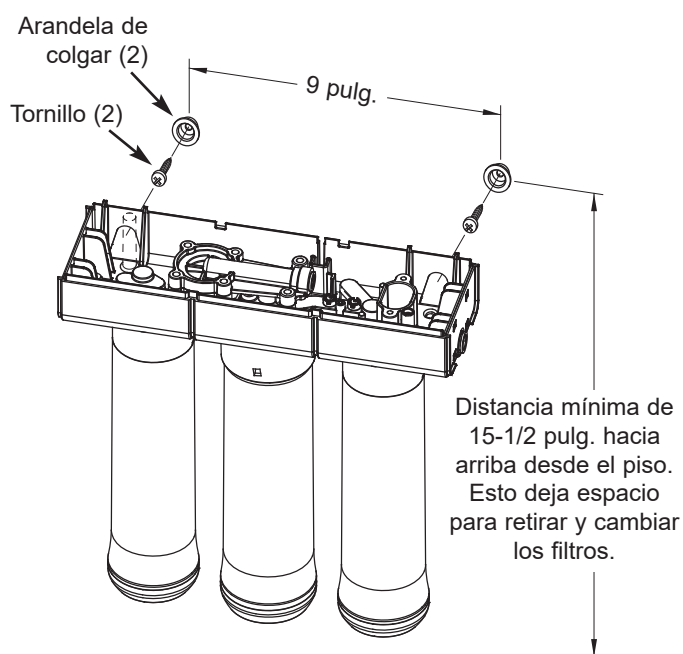

FIG. 13
Vea la Fig 13. Las arandelas de colgar permiten levantar el conjunto del filtro desde las arandelas sin tener que retirar herrajes adicionales. Al planificar la instalación, debe dejar espacio suficiente para cambiar los filtros.
2. Ubique las ranuras de montaje en la parte interior trasera del conjunto. Vea la Fig. 13.
3. Mantenga el conjunto arriba de la superficie de la pared y marque las posiciones para las arandelas de colgar. Vea la Fig. 13. Monte la unidad a una altura suficiente a fin de dejar espacio para cambiar los filtros sin tener que sacar la unidad de la pared.